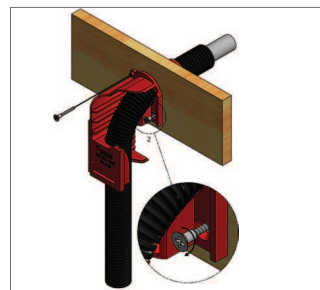

Fig. 5-42
- **Steg 2:** Fäst fixturen på kortlingen med två träskruvar, använd markerade hål (Fig. 5-42 - 5-43).